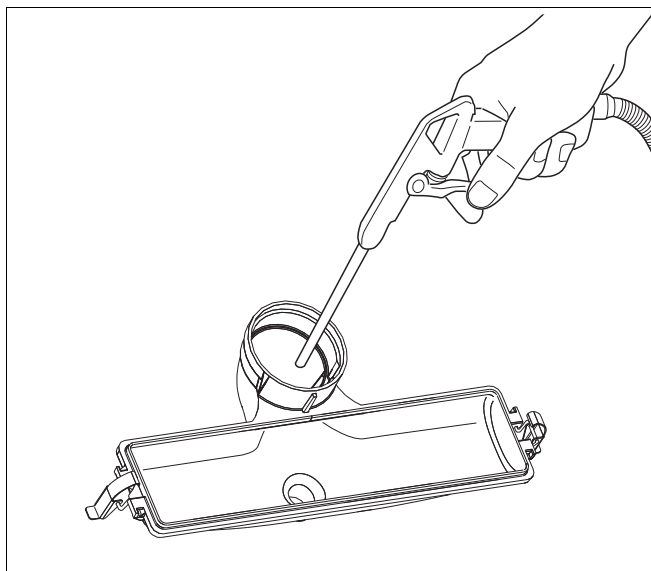

Рис. 112 Чистка ванны для конденсата
- Очистить ванну для конденсата механически (сжатым воздухом или мягкой щеткой) и промыть чистой водой (рис. 112).